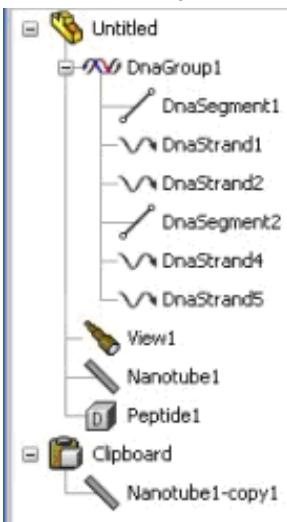

Рис.3. Древо модели
**Древо модели** (рис.3) представляет собой стандартный иерархический обозреватель древовидного типа для организации и выбора объектов в текущей модели.